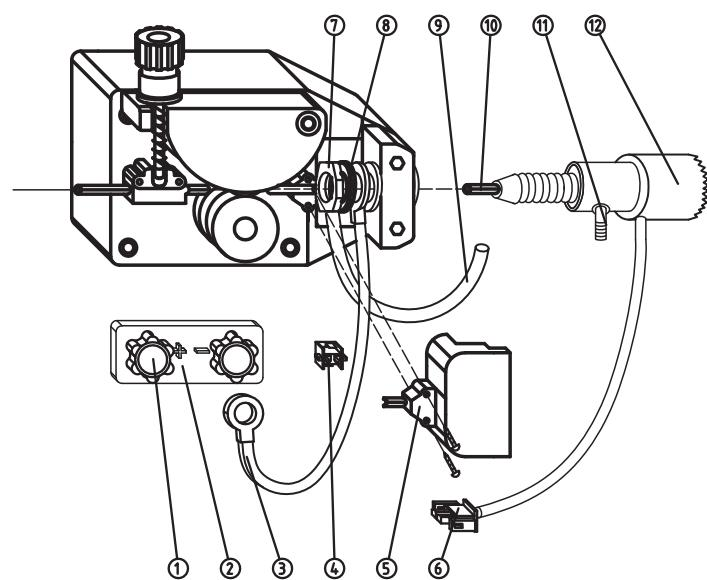

Fig.4
- Inserire la torcia nella propria sede bloccare la torcia sul motorino del traina filo (con il dado in dotazione), prestando attenzione che l'entrata della "guaina guida filo" sia allineata con il canale tra i due rulli del traino. Per una maggiore comprensione seguono i disegni delle operazioni da eseguire per il montaggio corretto di una torcia con attacco separato (FIG.4). Collegare il tubo gas alla presa della torcia e fissare con una fascetta metallica. Unire i due connettori del pulsante torcia, alla fine coprire con l'apposito coperchietto (5).